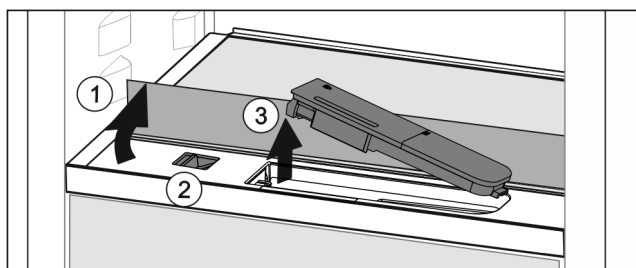

Fig. 35
- ▶ Podnieść płytę szklaną i złożyć ją z powrotem, aż do oporu Fig. 35 (1).
- ▶ Przesunąć suwak Fig. 35 (2) w lewo.
- ▶ Wyjmowanie zbiornika wody Fig. 35 (3).